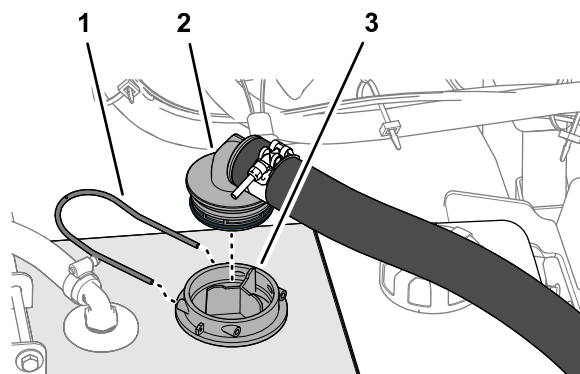

Figura 17
- Inserte el acoplamiento dentado de 90° de la manguera de aspiración en el alojamiento del filtro de aspiración hasta que el acoplamiento esté totalmente asentado (Figura 17).
- Fije el acoplamiento dentado de 90° en el alojamiento del filtro de aspiración con la horquilla de retención (Figura 17).